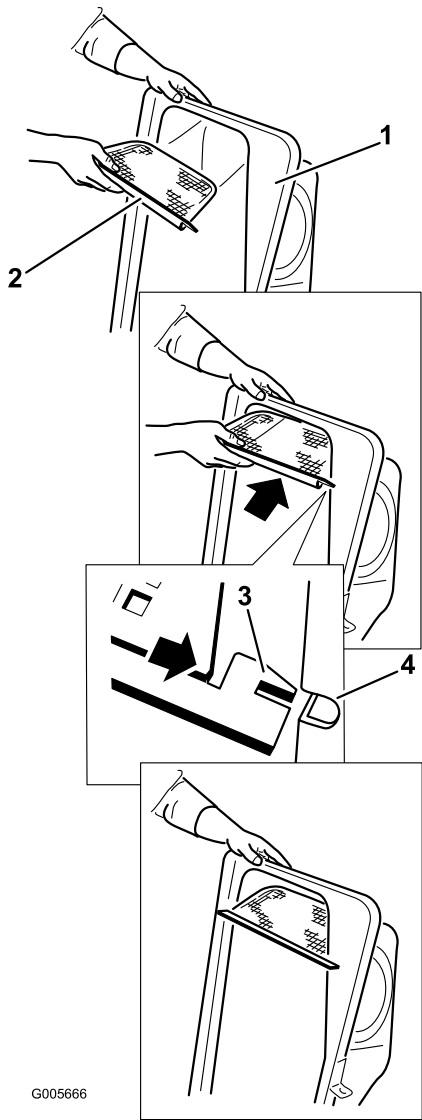

Figure 11
2. Montez le filtre comme montré à la Figure 11 de sorte à l'incliner dans la direction des bacs de ramassage.